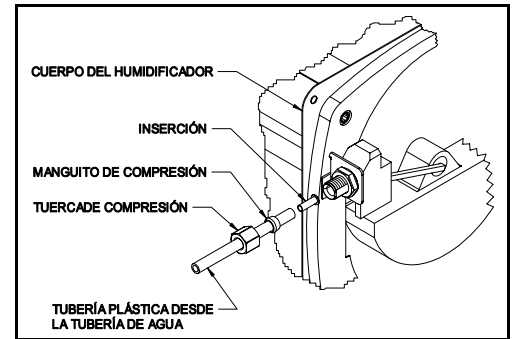

Figura 6
VUELVA A ARMAR EL HUMIDIFICADOR: (FIGURA 6 & 7)
2. Conecte la flota y el brazo la asamblea metiendo paréntesis en el hoyo que monta en el humedecedor. El tornillo de la cabeza del mal de ojo de la adición #8-32 proporcionado en empaquetó hardware y aprieta en el lugar. Vea la figura 6.